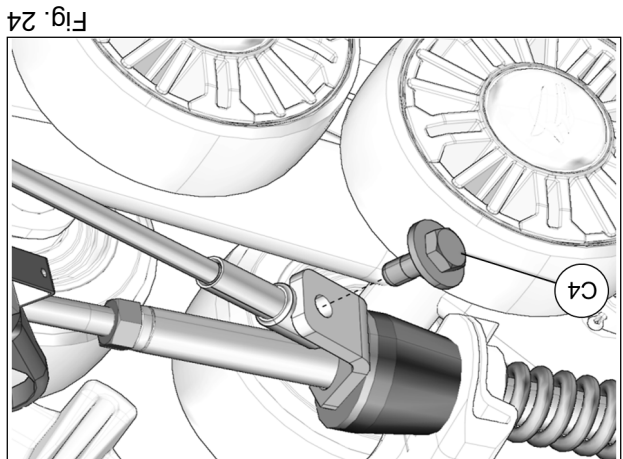

Fig. 24
13. Tourner légèrement le volant dans le sens contraire jusqu'à ce que le câble puisse être fixé à la plaque de support en utilisant le boulon (C4) fourni. Serrer à un couple de 35 N•m [24 lb•pi]. Voir la Fig. 24. Effectuer le même exercice du côté droit.